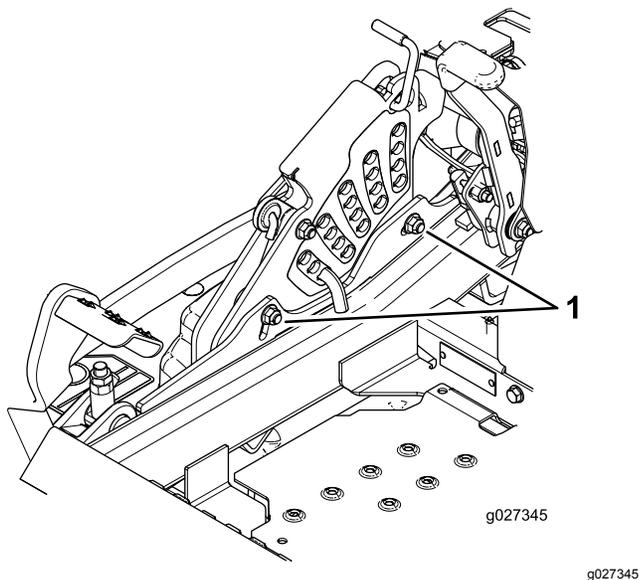

Figura 92
12. Para ajustar el sistema de ajuste de un solo punto, afloje los 2 pernos situados cerca del borde inferior de la pletina de altura de corte. Consulte Figura 92.
14. Apriete los 2 pernos de la parte inferior de la pletina de altura de corte (Figura 92) a 37–45 N·m (27–33 pies-libra).